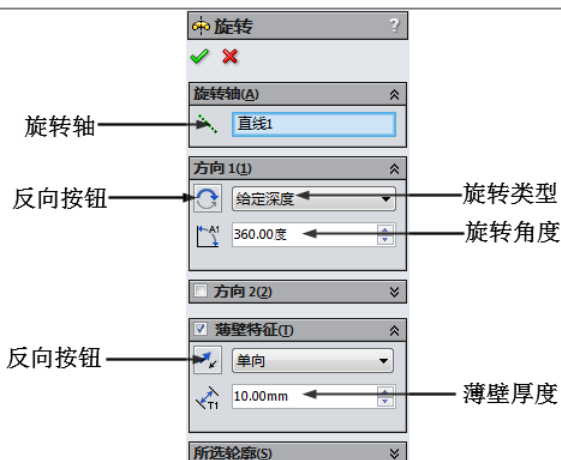

图 3-24 “旋转”属性管理器
(1) 绘制旋转轴和旋转轮廓。在草图绘制状态下，绘制旋转轴和旋转轮廓草图。
(2) 执行命令。在菜单栏中选择“插入”→“凸台/基体”→“旋转”命令，或者单击“特征”工具栏中的“旋转凸台/基体”图标按钮，此时系统出现“旋转”属性管理器，各栏的注释如图 3-24 所示。
(3) 设置属性管理器。按照设计需要对“旋转”属性管理器中的各栏参数进行设置。
(4) 确认旋转图形。单击属性管理器中的“确定”图标按钮，实体旋转完毕。